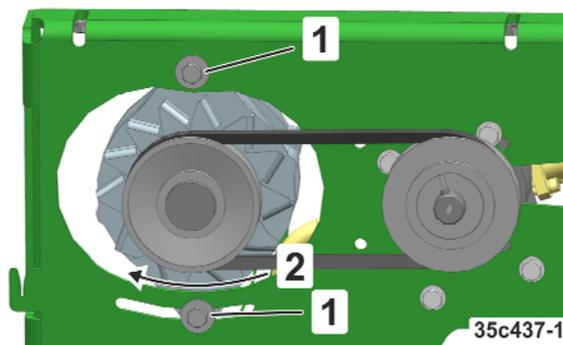

Рис. 311
2. Ослабьте болты (Рис. 311/1).
3. Натяните клиновидный ремень на генератор (Рис. 311/2)